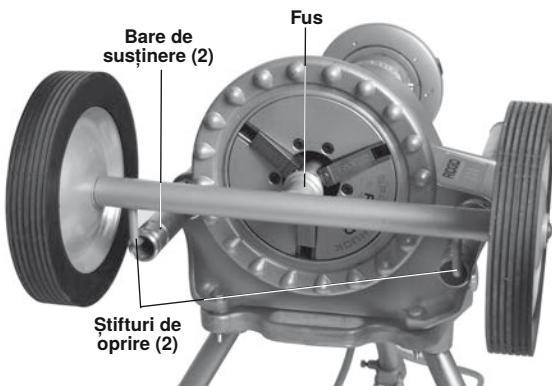

Figura 28 - Instalarea transportorului nr. 32
3. Introduceți tija transportorului nr. 32 în mandrina frontală a motorului de antrenare 300 Power Drive; șifturile de oprire trebuie să fie în capetele barelor de susținere. Strângeți bine mandrina pe tija transportorului (*Figura 28*).